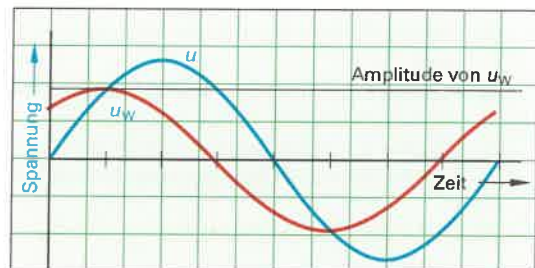

Bild 3: Phasenverschiebung von zwei Spannungen
12. Zwischen zwei Spannungen gleicher Frequenz beträgt der Phasenverschiebungswinkel  $45^\circ$ . Zeichnen Sie in **Bild 3** die Spannung  $U_w$  so ein, dass diese der Spannung  $U$  voreilt.